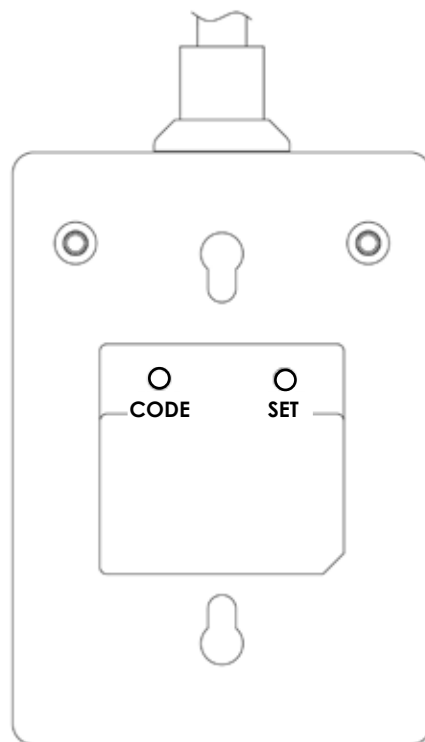

Figure 2, KP500A backside
1. På baksidan av KP500A-lådan finns ett hål med märkningen "SET", se bild 2.
1. Op de achterzijde van het kastje bevindt zich een gat met de markering "SET", zie afb. 2.
1. Auf der Rückseite des Gehäuses ist eine Öffnung mit der Bezeichnung "SET", siehe Abbildung 2.